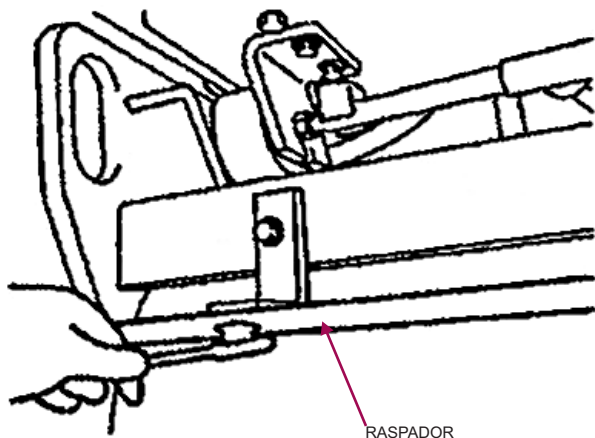

FIGURA 5
3.1 Remova o raspador e limpe a sujeira, lama e asfalto. (Figura 5)